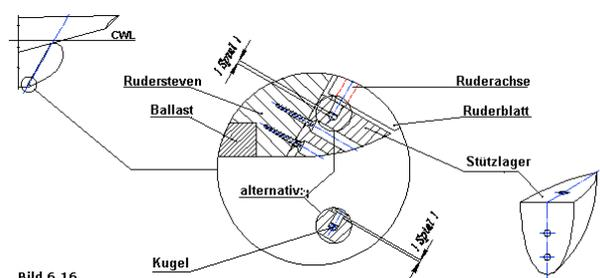

Bild 6.16
Sowohl aus optischen als auch aus strömungstechnischen Gründen sollte das Stützlager mit einer Abdeckkappe versehen werden (Bild 6.15 rechts). Man kann das Stützlager auch aus Vollmessing anfertigen (Bild 6.16 unten), dies ist allerdings sehr aufwendig.
**Bild 6.16:** Ein Stützlager aus Vollmessing. Bei der Anfertigung müssen zuerst die zwei ebenen Flächen rechtwinklig bearbeitet und alle Löcher fertig gebohrt werden. Dann schraubt man den zu dem Zeitpunkt noch eckigen Rohling auf eine schmale Leiste oder auf ein Aluprofil. Diese Leiste dient bei der Bearbeitung der gewölbten Außenfläche als Griff bzw. als Einspannfahne im Schraubstock.